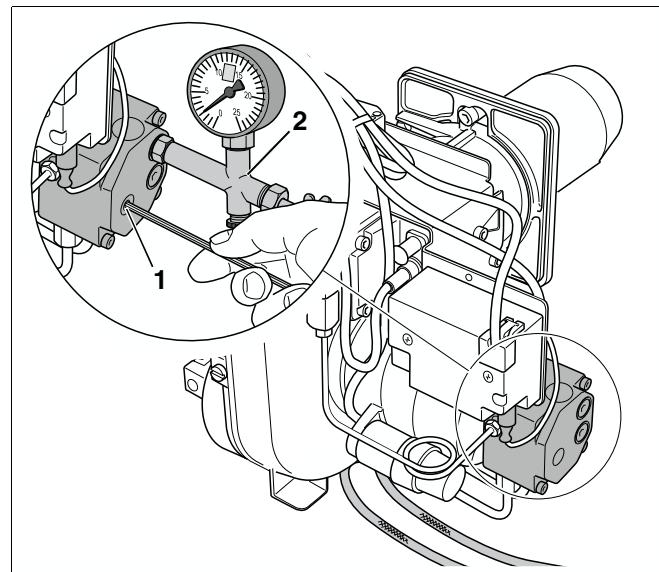

Рис. 9 Регулировка содержания CO₂ (регулировка давления топлива)
При незначительном повороте регулировочного винта (рис. 9, поз. 1) меняется давление топливного насоса, а также содержание CO₂.
- Ввернуть манометр давления топлива (рис. 9, поз. 2) на соответствующее место подключения на топливном насосе (маркировка "P").